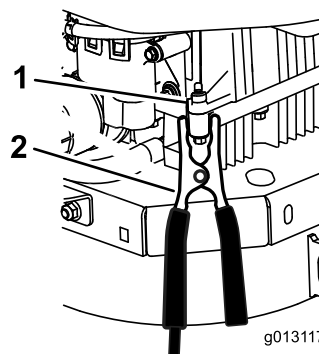

Рисунок 48
- Подсоедините другой конец черного кабеля к **блоку цилиндров** (не к отрицательному штырю аккумуляторной батареи) машины с разряженной аккумуляторной батареей на достаточном расстоянии от аккумуляторной батареи и отойдите назад (Рисунок 48).